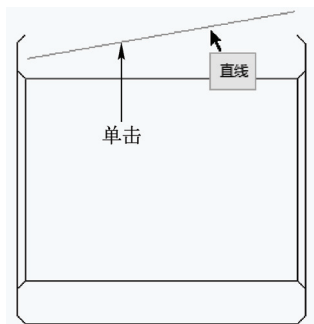

图 4-71 单击鼠标左键
STEP 03 在绘图区中相应的直线上依次单击鼠标左键，如图 4-71 所示。